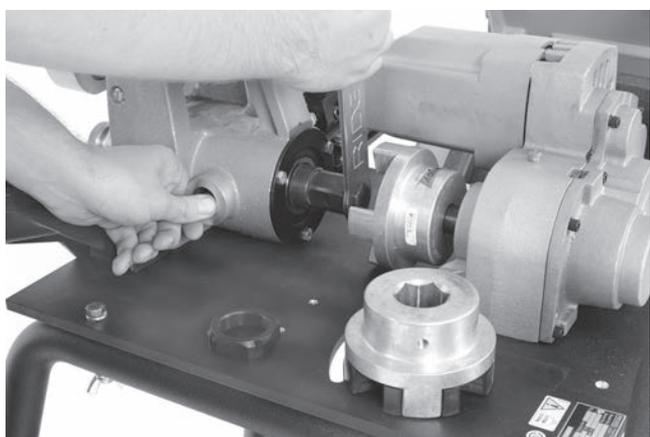

Figure 27 – Retrait du tirant
6. Utilisez la clé polygonale $\frac{15}{16}$ " pour desserrer le tirant. (Figure 27).